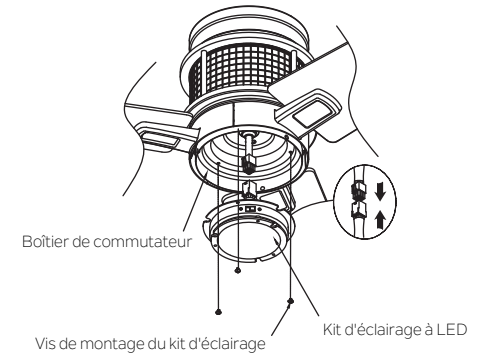

Fig. 16
Étape 1. Retirez les trois (3) vis préinstallées sur le côté externe du boîtier de commutateur et conservez-les pour la suite. (Fig. 16)
Étape 2. Fixez le connecteur du kit d'éclairage à LED au connecteur du moteur (Fig. 16).
Étape 3. Rangez les connexions soigneusement dans le kit d'éclairage. Alignez les trois trous arrondis sur le kit d'éclairage et le boîtier de commutateur. Serrez fermement les 3 vis retirés au cours de l'étape 1 (Fig. 16).